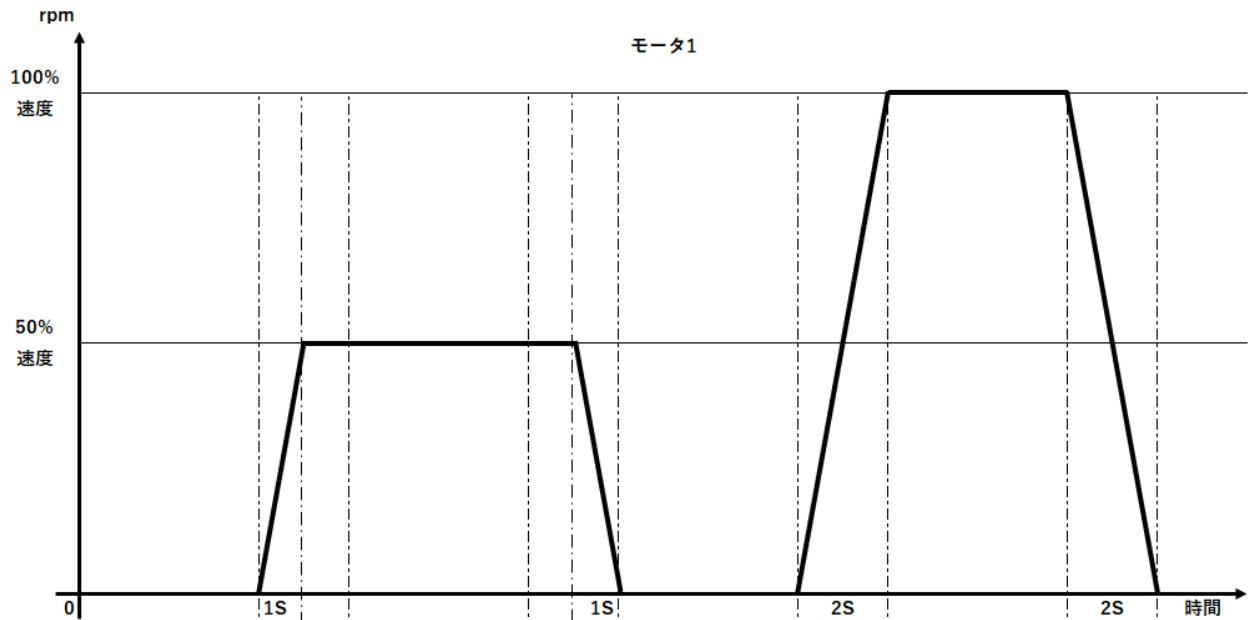

図 2 VSD によるスピード制御
- ・モータスピードのランプアップ及びランプダウンは VSD で制御し、図 2 に従い $0\% \Rightarrow 100\%$ または、 $100\% \Rightarrow 0\%$ まで 2 秒で到達すること。